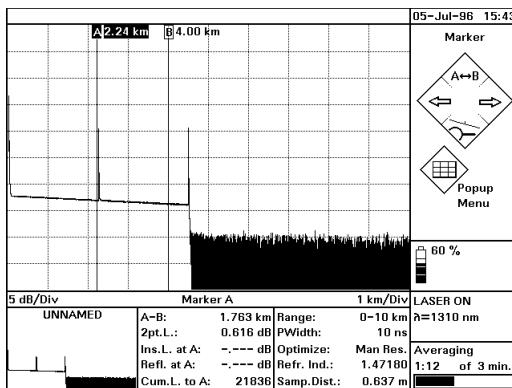

Рис. 77 Определение мертвой зоны: установка маркера A
- Установка маркера A** 10 Подождите, пока уменьшится шум обратного рассеяния (примерно 10 с). Установите маркер A как можно ближе к началу первого отраженного импульса после отражения переднего фронта импульса (см. Рис. 77).